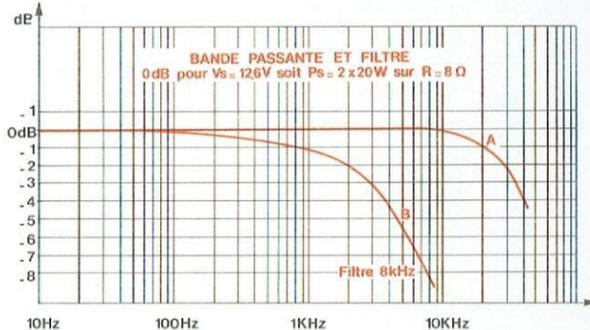

Fig. 4
10 Hz et 30 kHz à -3 dB Fig. 4 - courbe A
- 8 dB à 8 kHz Fig. 4 - courbe B